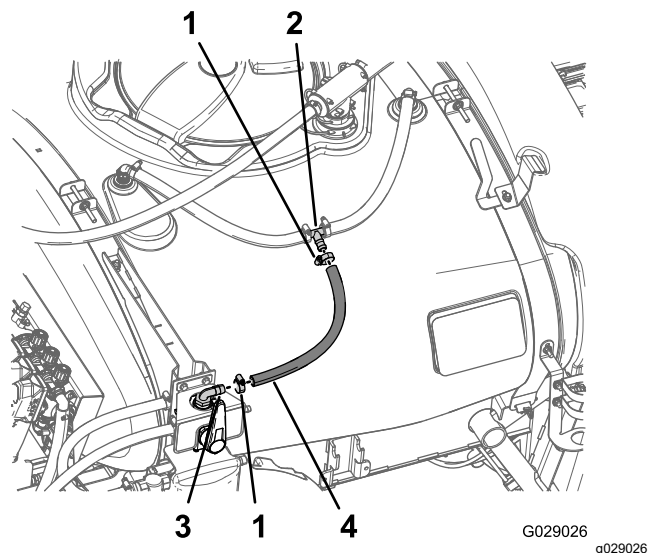

Figura 46
5. Monte um tubo 1,9 x 61 cm por cima da união roscada reta no lado dianteiro da válvula de 4 vias (Figura 46).
6. Fixe o tubo à união na válvula com uma braçadeira de tubos (Figura 46).
7. Monte a extremidade livre do tubo na união roscada em T e prenda o tubo à união com uma braçadeira de tubos (Figura 46).